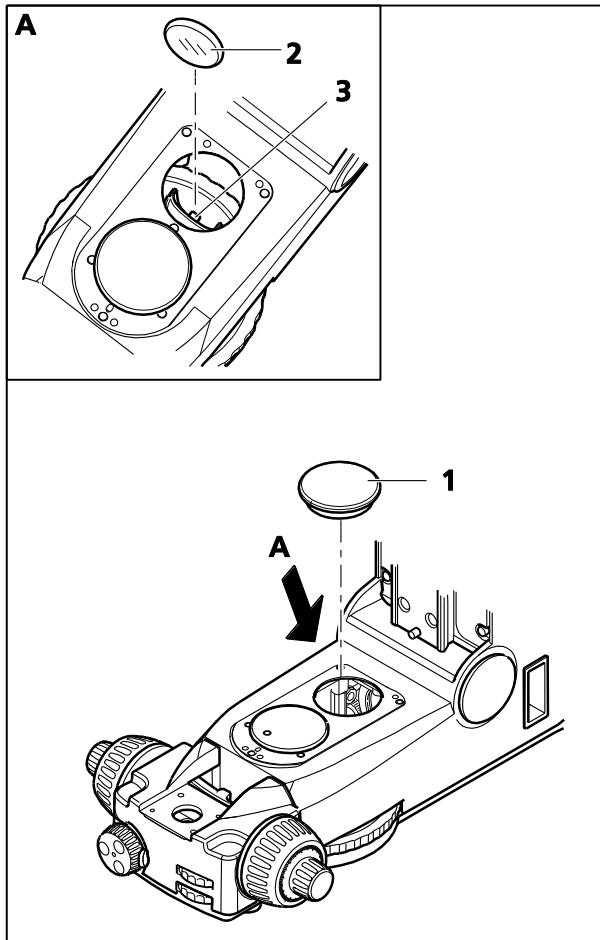

Figure 3-41 Remplacement du filtre dans le disque porte-filtre de lumière transmise
- Ôter le panneau de protection (Figure 3-41/1) de la base du statif.
- Tirer le filtre à remplacer (Figure 3-41/2) vers le haut et hors de la position correspondante du disque porte-filtre (Figure 3-41/3) à l'aide d'une paire de pinces.
- Insérer un nouveau filtre dans le disque porte-filtre (Figure 3-41/3).
- Insérer le panneau de protection (Figure 3-41/1) et appuyer dessus.